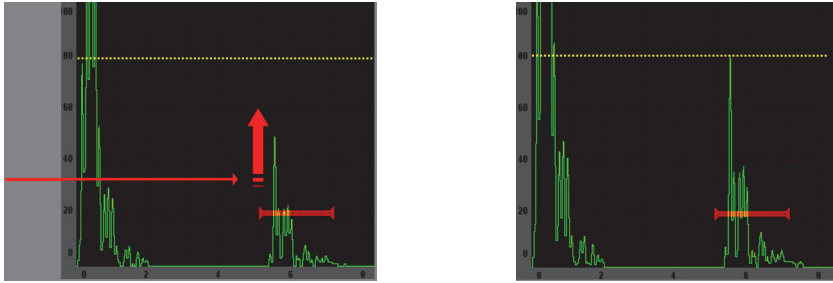

图 2-9 自动 XX% 功能
- 按下 **[2ND F], (AUTO XX%)**（第二功能，自动 XX%）键会激活自动 XX% 功能，从而使仪器自动调整增益，将闸门内回波的波幅调整到 XX% 满屏高（默认值为 80%）（参见第 37 页的图 2-9）。